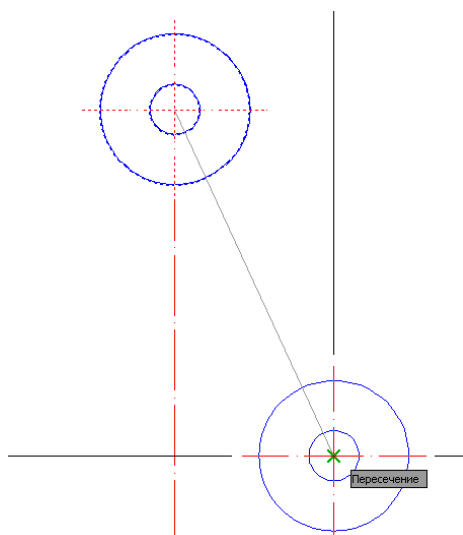

Рис. 73. Копирование окружностей
С помощью данной работы осваиваются операции точного черчения в программе AutoCAD. В данном пособии предлагается следующая последовательность выполнения чертежа, проиллюстрированная на рис. 73 – 79:
- 3.5. Скопировать окружности с осями с базовой точкой в центре окружностей с помощью команд **Редактирование** → **Копирование объекта** (см. подр. 3.2.1 и рис. 73). Удалить лишние прямые линии.